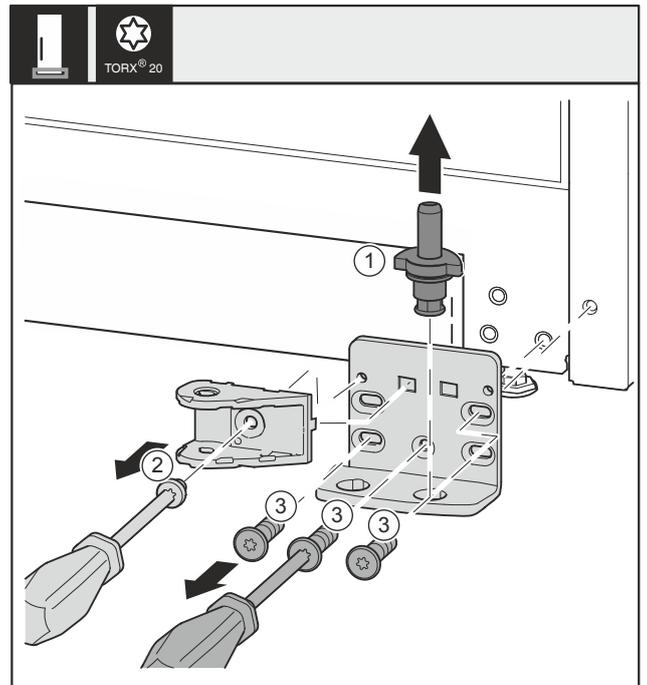

Fig. 32 *
- ▶ Estrarre completamente verso l'alto i perni di supporto Fig. 32 (1).*
- ▶ Svitare la vite con un cacciavite Fig. 32 (2) e rimuovere il collegamento dell'ammortizzatore di chiusura.*
- ▶ Svitare le viti Fig. 32 (3) con un cacciavite e rimuovere il blocco di supporto.*